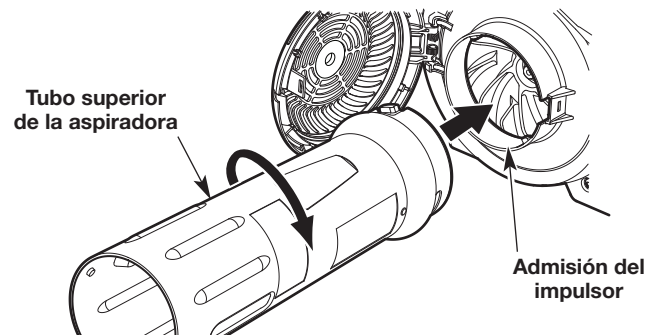

Fig. 6
4. Inserte el tubo superior de la aspiradora en la admisión del impulsor (Fig. 6).
5. Con ambas manos, gire el tubo superior de la aspiradora hacia la derecha hasta que calce en su lugar (Fig. 6).